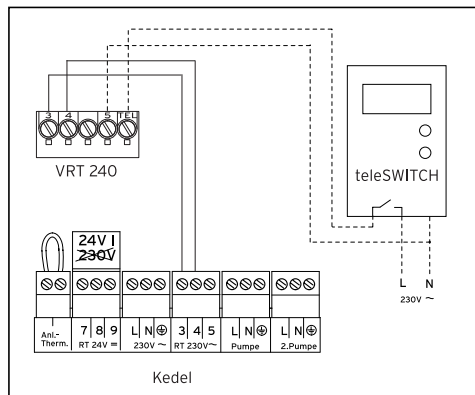

Fig. 10.1 El-tilslutning
- Tilslut teleSWITCH som vist på fig. 10.1. Se også vejledningen til teleSWITCH.